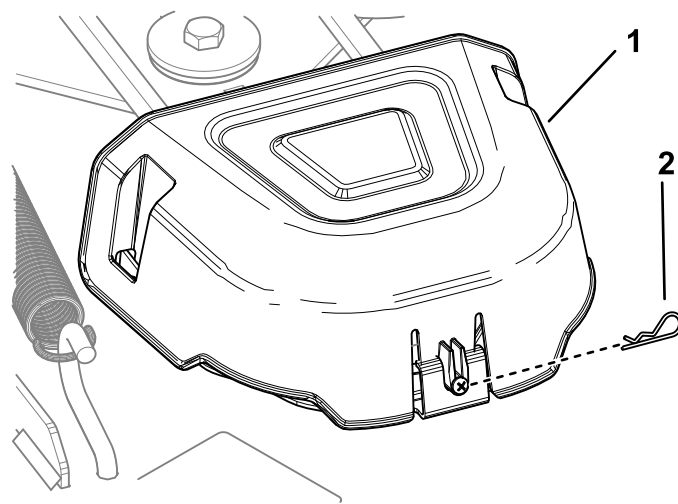

Figura 57
4. Retire el pasador de horquilla y presione la pestaña de la cubierta para retirar las cubiertas de las poleas (Figura 57).